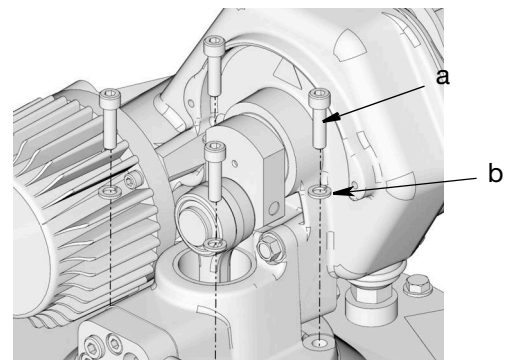

図 50
26. ポンプの底部にある穴をリザーバカバーにある穴と合わせます。ポンプをリザーバカバーにネジ (a) とワッシャー (b) を使ってしっかりと締め付けます (図 50)。